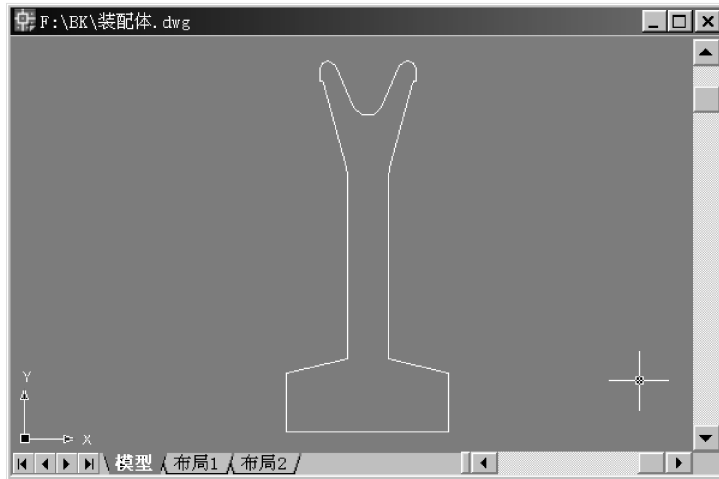

图 5-43 滑轮平面轮廓
(1) 创建一个关闭的图层，并将已经完成的底座造型放置于该图层，以避免干扰以下的绘制过程。
(2) 选择菜单“视图”→“三维视图”→“俯视图”，然后绘制滑轮的平面轮廓，并将其连接为一个闭合的多段线对象，如图 5-43 所示。